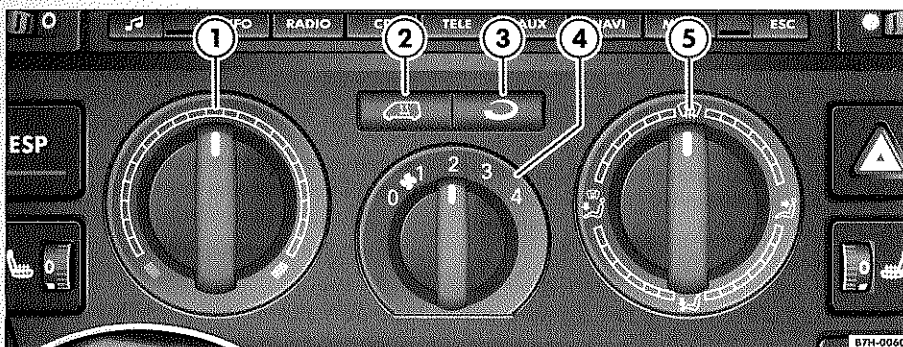
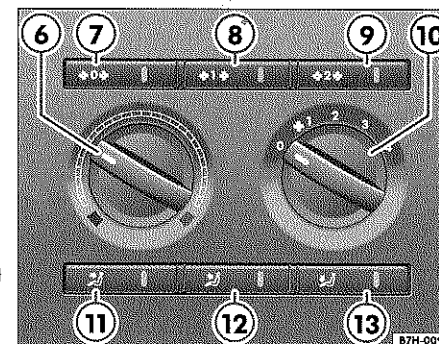

Fig. 1 Mandos delanteros de la calefacción en el tablero de instrumentos
Fig. 2 Calefacción: mandos traseros en el techo del vehículo
- ⑥ Mando regulador de temperatura para las plazas traseras
- ⑦ Tecla : Mantener desempañadas las ventanillas laterales de las plazas traseras - turbina desconectada.
- ⑧ Tecla : Mantener desempañadas las ventanillas laterales de las plazas traseras - primera velocidad de la turbina.
- ⑨ Tecla : Mantener desempañadas las ventanillas laterales de las plazas traseras - segunda velocidad de la turbina.
- ⑩ Mando de la turbina para las plazas traseras. El caudal de aire exterior puede regularse en cuatro velocidades.
- ⑪ Tecla - Distribución de aire hacia arriba en las plazas traseras
- ⑫ Tecla - Distribución de aire hacia el centro en las plazas traseras
- ⑬ Tecla - Distribución del aire hacia la parte inferior de las plazas traseras
Los mandos traseros sólo funcionan si se activan mediante el conmutador ⇒ página 2, fig. 1 ② y cuando el mando de la turbina ⇒ fig. 2 ⑩ se encuentra en una de las velocidades de 1 a 4.
Para desactivar los mandos traseros pulse de nuevo el conmutador ⇒ página 2, fig. 1 ② o sitúe el mando de la turbina ⑩ en la posición 0.